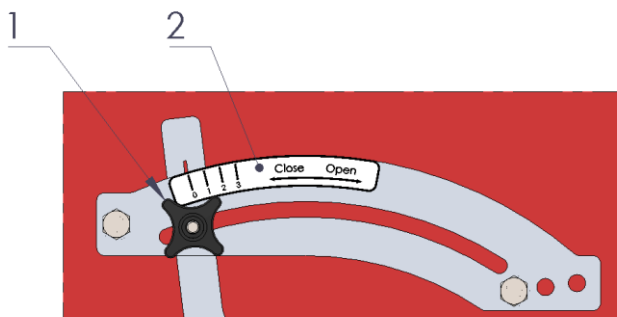

Bild 3a
3. Ventilelementet kan justeras till storleken på fröna som ska sås. I fall av små gräsfrön måste elementventilen vara helt stängd. Det tandade hjulet tar sedan med sig fröna. Med större frön är avståndet mellan det tandade hjulet och ventilen inte stort nog för att släppa igenom fröna. Av denna anledning måste ventilen öppnas ytterligare för större frön. Justering av storleken på öppningen kan göras med ventiljusteringshandtaget. Spaken kan justeras genom att lossa stjärnvredet (**1**), välja önskat läge med hjälp av indikeringsdekalen (**2**) och dra åt stjärnvredet igen. (se **Bild 3a**)